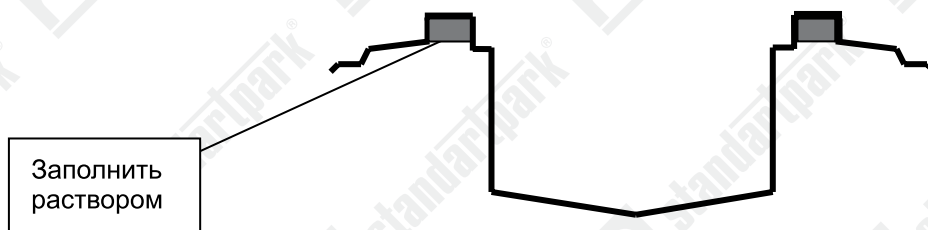

рис. 4
13. Произвести последовательное, во избежание деформации, бетонирование с применением внутренних распорок для сохранения геометрии лотка, обращая внимание на обязательное заполнение бетоном полости ребра лотка (см. рис. 4).